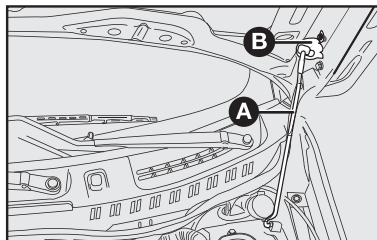

fig. 93
- 3) Levante el capó por la parte central y al mismo tiempo, suelte la varilla de fijación **A-fig. 93** de su dispositivo de bloqueo;
- 4) Introduzca el extremo de la varilla **A** en el alojamiento **B** del capó **fig. 93**.
- 1) Manténgalo levantado con una mano y con la otra quite la varilla **A**-fig. 93 del alojamiento **B** y colóquela en su dispositivo de bloqueo;